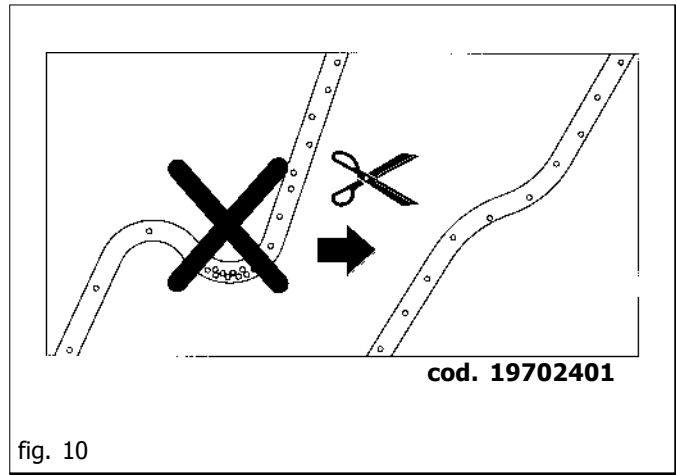

fig. 10
- 3) Vérifier la longueur des tuyaux de descente des semences: au cours de l'ensemencement, éviter la formation de courbes et de pliages et, par conséquent, de ruptures. Au besoin, adapter les tuyaux en modifiant leur longueur selon fig. 10.